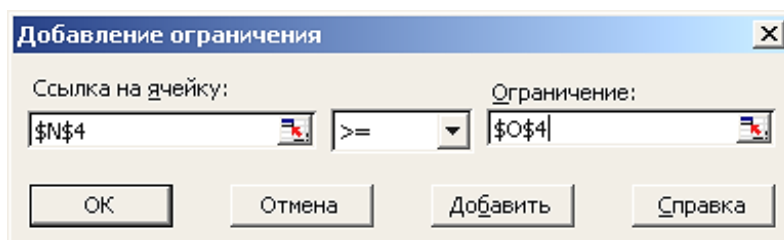

Рис. 4. Формування обмежень **N4:O4**
- курсор у поле *Добавить*, з'являється діалогове вікно *Добавление ограничений* (рис. 4).